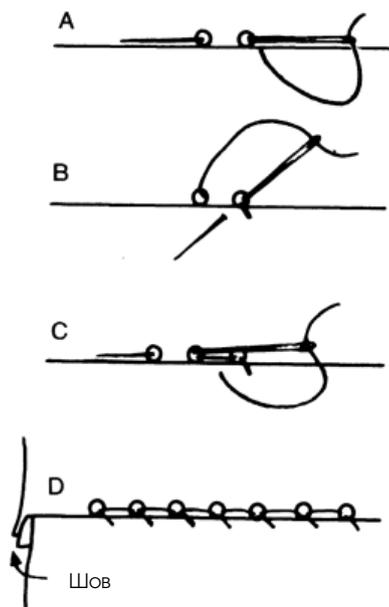

Рис. 21
1. Приступите к сборке изделия, стачивая различные детали лицом к лицу или сметывая швы, предварительно подготовленные как для шитья шнуrom (рис. 21).
Шов выполняется справа налево. Деталь, на которой будет выполнен узор из отверстий, располагают к себе противоположной стороной. Шов нужно загнуть (с изнаночной стороны) под противоположную сторону (см. рис. 21 D).
2. Закрепите шелковую нить на правом конце шва и на одном слое ткани выполните короткий стежок «вперед иголку» на уровне со швом (рис. 21 А).
на другой детали приблизительно на уровне середины стежка «вперед иголку» (рис. 21 В).
4. Вколите иглу в конце первого стежка «вперед иголку» и сделайте второй той же длины (примерно 1,5 мм) (рис. 21 С).